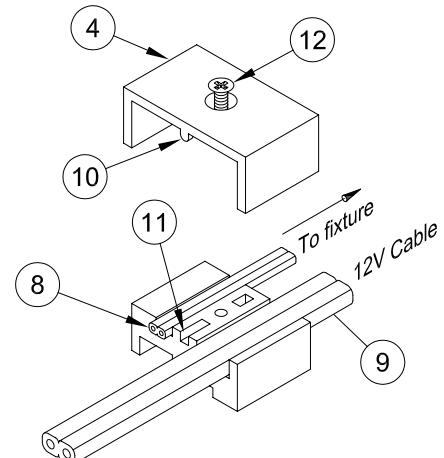

FIG. 2
2.- To replace lamp, remove Screws (5), Faceplate (6) and Glass Lens (7).
3.- Connect Fixture Wire (8) to selected 10 or 12 Ga. Cable (9) with the Wire Connector Assembly (4) provided with fixture.
4.- Press 10 Ga. cable into slot marked 10 Ga. Press 12 Ga. cable into slot marked 12 Ga. Lay the 18 Ga. Wire into slot marked 18 Ga. (Fig. 2)
5.- Assemble the Wire Connector (4) by aligning the Tab (9) of the contact half of the connector with the Notch (11) in the wired half of the connector. (Fig. 2)
6.- Compress the two halves by securely tightening the Thread Cutting Screw (12), forcing the contacts into the wires. (Fig. 2)
2.- Para reemplazar la bombilla, retire los tornillos (5), la placa (6) y el lente de vidrio (7).
3.- Conecte el alambre del aparato de luz (8) al cable de 10 o 12 Ga seleccionado (10) usando el conectador de alambres (4) provisto con el aparato de luz.
4.- Introduzca el cable de 10 Ga. en la ranura indicada 10 Ga. Introduzca el cable de 12 Ga. en la ranura indicada 12 Ga. Coloque el alambre de 18 Ga. en la ranura indicada 18 Ga. (Fig. 2) Precaución: Los alambres deben quedar planos en la ranura.
5.- Ensamble el conectador de alambres (4) alineando la lengüeta (9) de la mitad del conectador que hace conexiones con la muesca (11) en la mitad del conectador que contiene alambres. (Fig. 2)
6.- Comprima las dos mitades ajustando firmemente el tornillo cortante (12), forzando los contactos en los alambres. (Fig. 2)
2.- Pour remplacer l'ampoule, retirez les vis (5), le couvercle (6) et la lentille de verre (7).
3.- Reliez le fil du dispositif d'éclairage (8) au câble sélectionné de 10 ou 12 Ga. (9) à l'aide du connecteur de fils (4) fourni avec le dispositif d'éclairage.
4.- Introduisez le câble de 10 Ga. dans la rainure indiquée 10 Ga. Introduisez le câble de 12 Ga. dans la rainure indiquée 12 Ga. Placez le fil de 18 Ga. dans la rainure indiquée 18 Ga. (Fig. 2) Mise en Garde: Les fils doivent reposer à plat dans la rainure.
5.- Assemblez le raccord (4) alignant la languette (10) de la moitié du raccord pour connexions avec le cran (11) dans la moitié du raccord munie de fils. (Fig. 2)
6.- Appuyez sur les deux moitiés en vissant à fond l'écrou de perçage (12), forçant que les contacts pénètrent les fils. (Fig. 2)